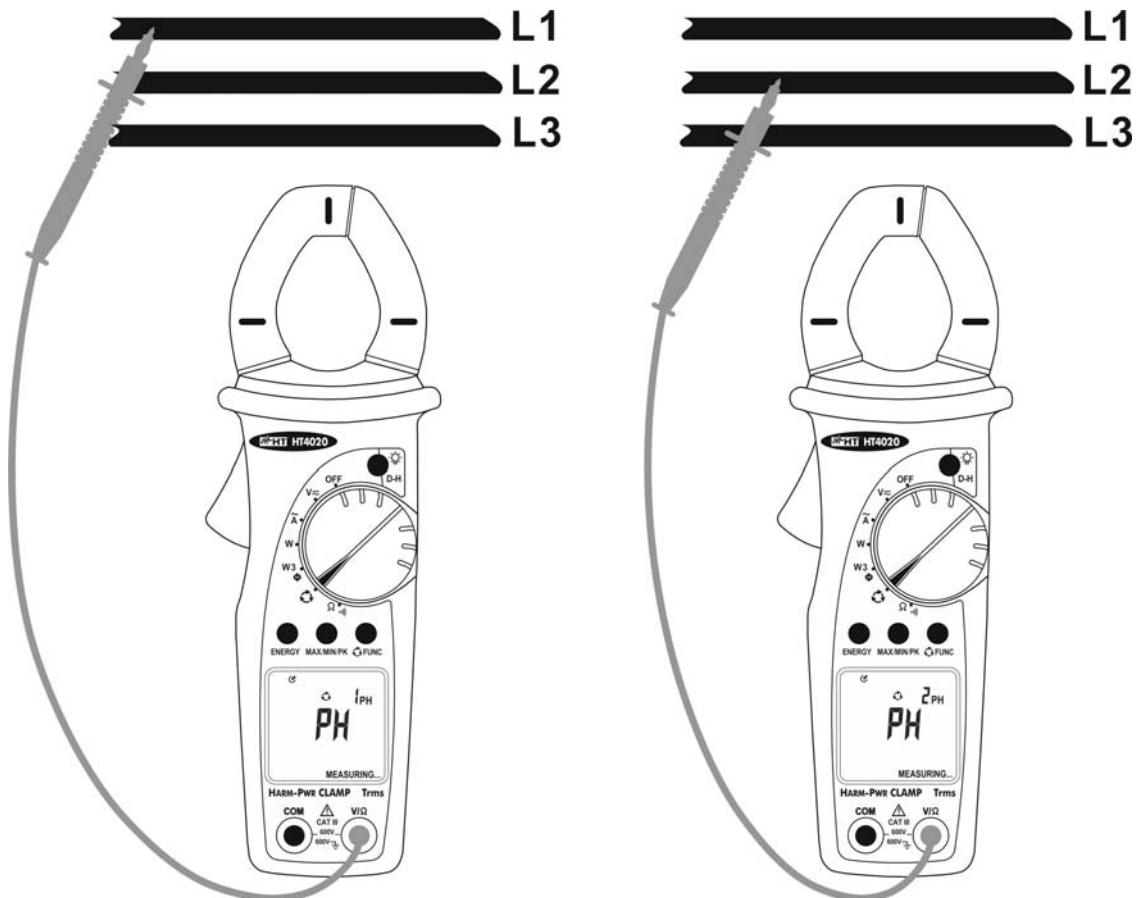

Fig. 13 : Détection de la séquence des phases à 1 terminal
3. Connecter l'embout rouge à la phase L1 (voir Fig. 13 – partie gauche). Autrement, utiliser le pratique capuchon en caoutchouc pour loger l'embout rouge
5. Au bout d'une seconde environ, l'instrument affiche le symbole « **MEASURING** » pour indiquer qu'il est prêt à effectuer la première mesure (voir Fig. 13 – partie gauche)
8. Positionner l'embout sur la phase L2 (voir Fig. 13 – partie droite)